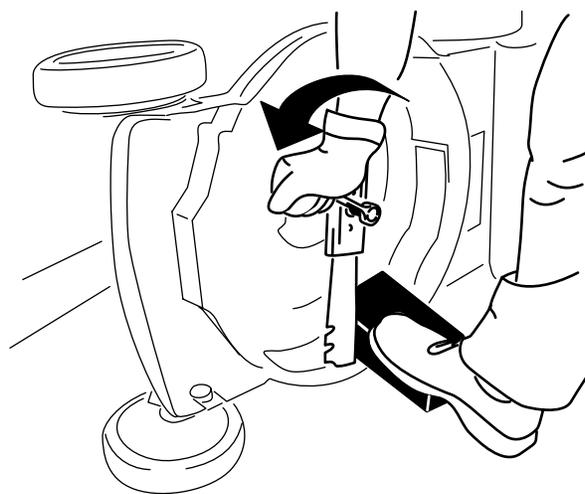

Figura 20
2. Utilize um bloco de madeira para manter a lâmina segura (Figura 20).
3. Retire a lâmina guardando todo o equipamento de montagem (Figura 20).